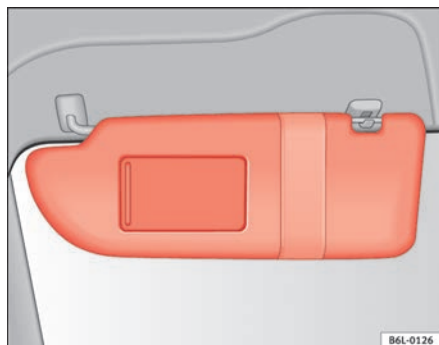

Fig. 65 Parasol del lado del conductor
Los parasoles del conductor y del acompañante pueden extraerse de sus soportes centrales y girarse hacia las puertas ⇒ fig. 65 ①.